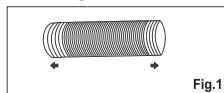
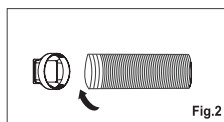

Fig.1
Fig.2
- 1 .Estenda ambos os lados da mangueira (fig.1), e aparafuse a entrada da mangueira (fig.2).